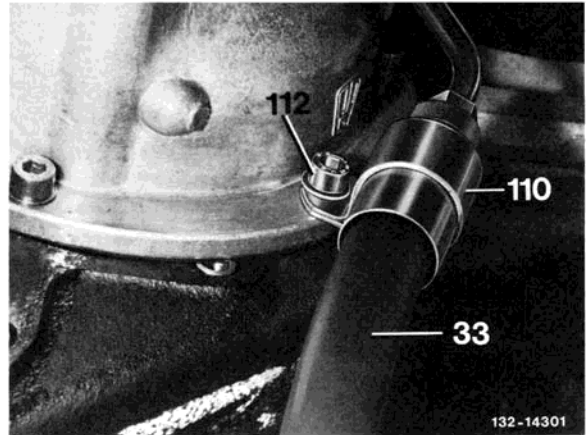

Bild 3
4 Hochdruckdehnschlauch bei Fahrzeugen mit Diesel-Motor unter dem Motor durchführen, mit den Haltern (104) und (110) befestigen und an der Leitung (44) anschließen (Bild 3 bis 5).